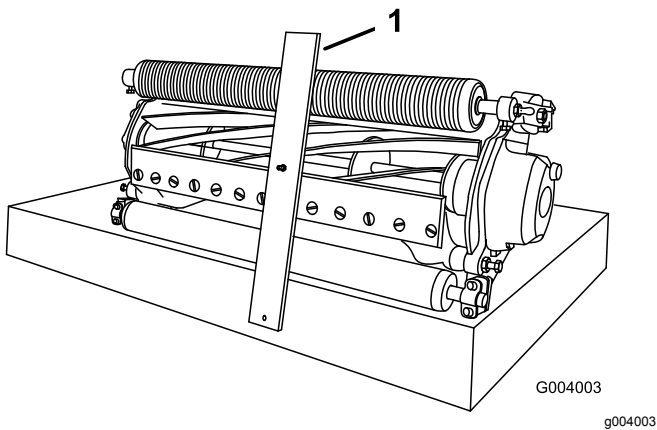

Bild 19
2. Haken Sie den Schraubenkopf der Schnitthöhenlehre an der rechten Seite der Schnittkante des Untermessers ein und legen Sie das hintere Ende der Lehre auf die Rückseite der Rolle (Bild 19).